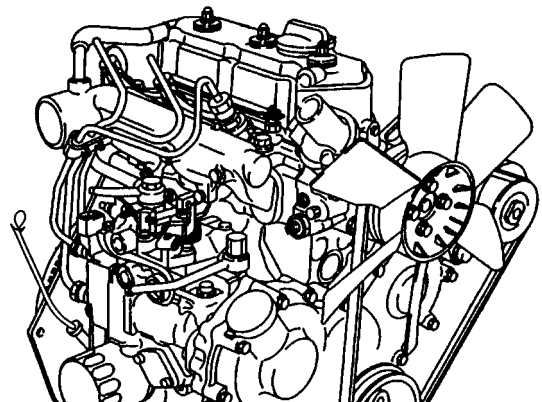

図 16
2. ディップスティック（図16）を抜き、ウェスで拭いてしっかりと差し込み、もう一度引き抜いてオイルの量を点検する。不足している場合には、オイル補給口のキャップを取り、所定のオイルをゆっくりと補給する。ディップスティックのFull位置を超えないように注意する。